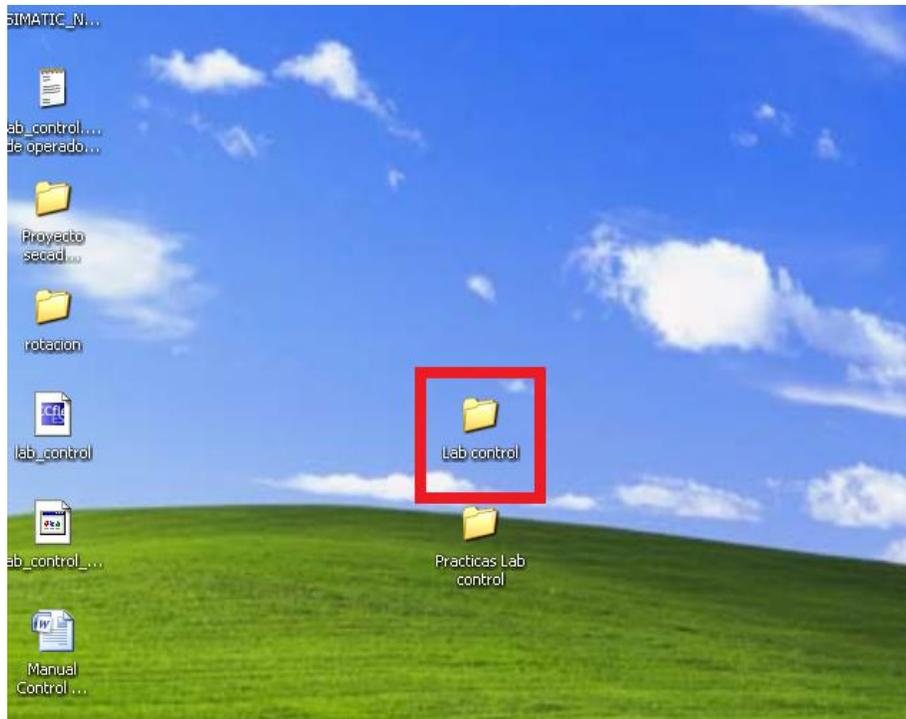

Imagen 6.
4.1. Una vez encendido el computador, ubique la carpeta “Lab control” en el escritorio de Windows. Abra la carpeta. (Ver imagen 6)